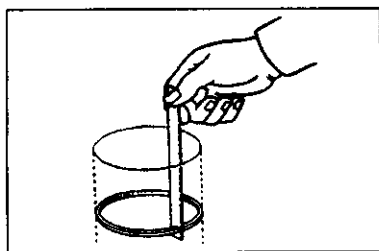

图 2-8 测量活塞环的开口间隙
(1) 活塞环开口间隙、侧隙及背隙的检查
①开口间隙。开口间隙即活塞环放在气缸内，在开口处呈现的间隙。开口间隙是防止活塞环受热膨胀后卡死在缸内。检查开口间隙时，将活塞环平正地放入气缸内，用厚薄规测量，如图 2-8 所示。